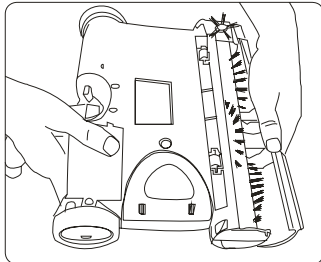

Fig. 12
3. Retirez le couvercle transparent de la brosse. (Fig. 12) (Consultez la page 25 pour les directives détaillées.)